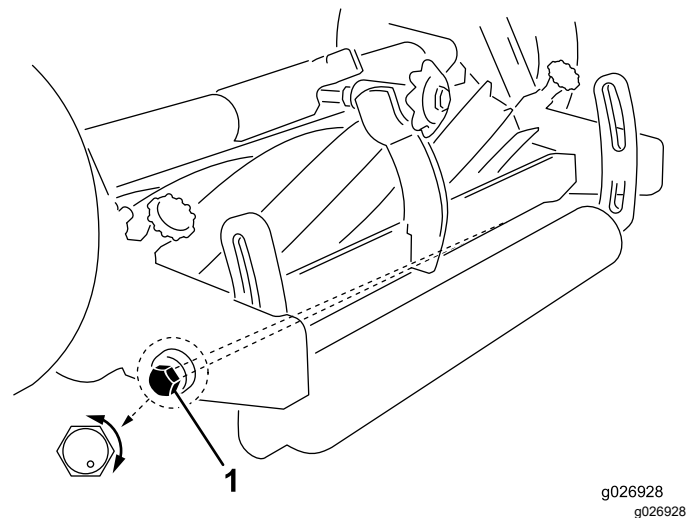

図 6
6. ベッドナイフがリールに対して平行になるように、偏芯ボルトで調整する 図 6。左側ピボットボルトは偏芯ねじとなっており、回転させるとちょうどカムのようにベッドバーを上下させる。左側ピボットボルトにはオフセットを示すドット 図 6 がついている。ドットが上位置にある時 図 6 ベッドバーの左端が高くなっている。ボルトを右に回してドットが下がってくると、ベッドバーの左端も下がってくる。調整は、後側の半円180度範囲でドットを移動させて行う。